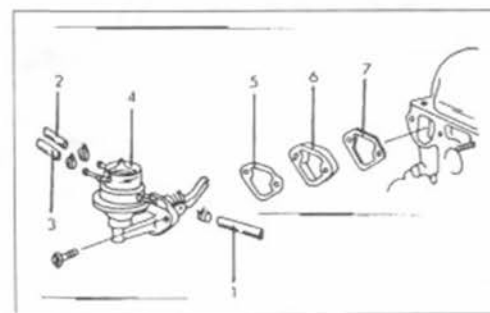

Рис. 137. Подробности снятия и установки топливного насоса.
- При нормальных условиях должно быть достаточно, если холостой ход регулируется болтом дроссельной заслонки. Снять насос с промежуточным фланцем и уплотнением с головки блока цилиндров (рис. 137).